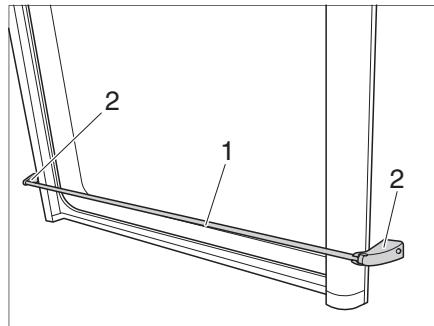

Fig. 89 Barra anticaída
- Sujetar la barra anticaída (Fig. 89,1) cerca de los dos soportes (Fig. 89,2) y tire de ella hacia delante.
- Enganchar la barra de detención de caídas (Fig. 89,1) en los dos soportes (Fig. 89,2).